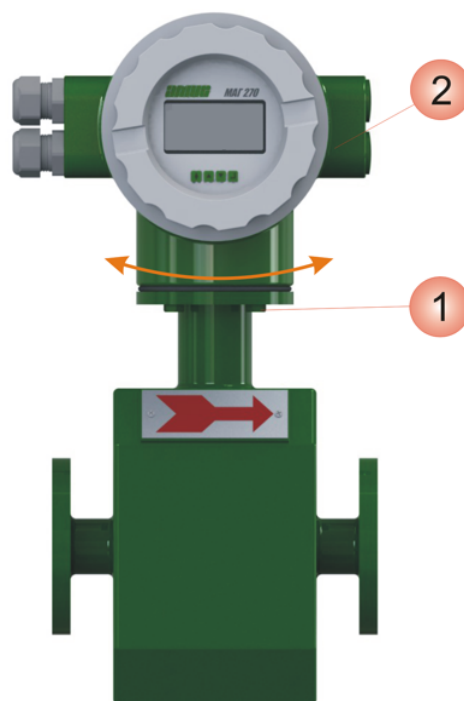

Рисунок 2.5 – Поворот электронного преобразователя
Если при установке расходомера оказалось, что считывание показаний с дисплея прибора затруднено, т.е. электронный преобразователь повернут в сторону относительно оператора, то есть возможность развернуть электронный преобразователь на угол 90° или 180° так, чтобы дисплей располагался лицом к оператору. Для этого необходимо отвернуть 4 болта (1) (см. **рисунок 2.5**). Затем повернуть электронный преобразователь (2) на 90° или 180° в нужном направлении и плотно закрутить эти 4 болта для обеспечения герметичного соединения.